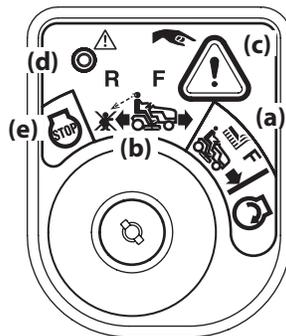

Figura 3-10
2. Gire la llave de la posición CORTE NORMAL a la posición MODO DE PRECAUCIÓN EN MARCHA ATRÁS del módulo de encendido. Consulte Figura 3-10.
3. Oprima el BOTÓN DE MARCHA ATRÁS en el ángulo superior derecho del módulo de encendido. La luz indicadora roja que está en el ángulo superior izquierdo del módulo de encendido se mantendrá ENCENDIDA mientras esté activada. Consulte Figura 3-10.